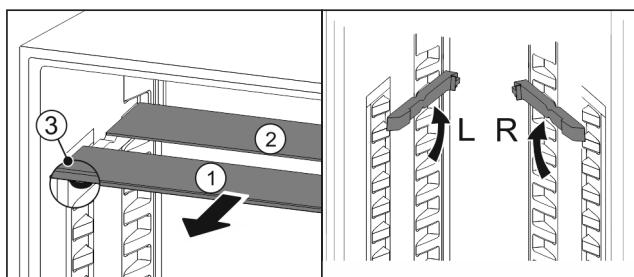

Fig. 43
- Издърпайте Fig. 43 (1) поотделно стъклените площи напред.
- Стъклената плоча Fig. 43 (1) с декоративната лайстна е отпред.
- Ограничителите Fig. 43 (3) сочат надолу.